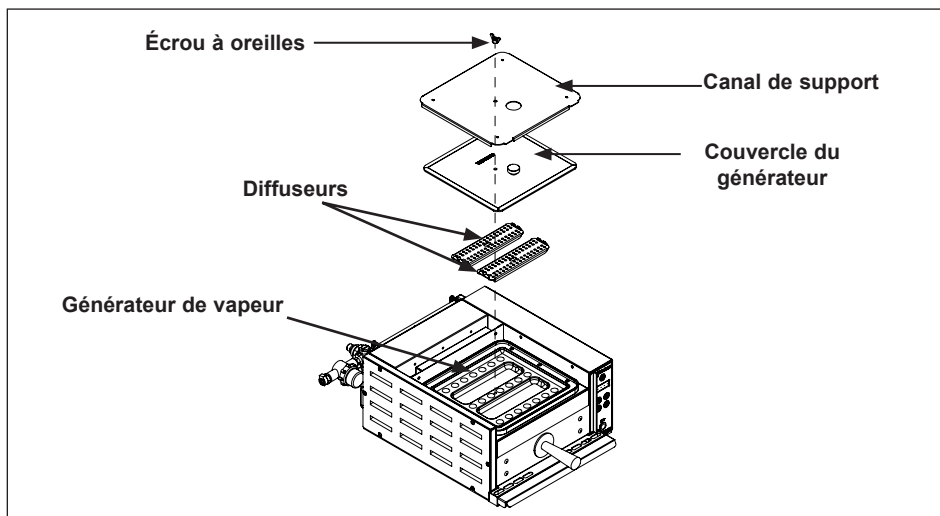

Figure 5. Générateur de vapeur
5. Retirez l'écrou à oreilles et le couvercle du générateur, le joint d'étanchéité du générateur et les diffuseurs (Figure 5).